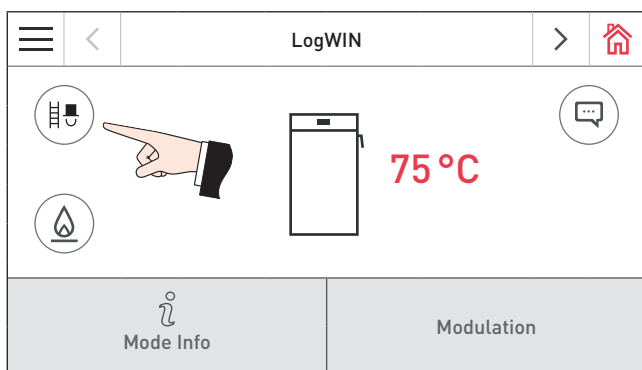
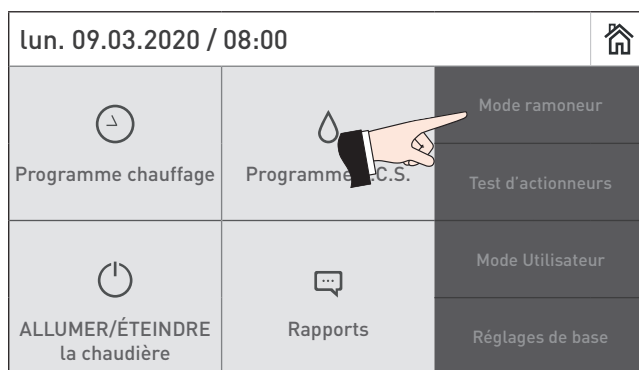

Fig. 58 Écran d'accueil
Fig. 59 Menu
- L'écran est activé en appuyant brièvement sur l'InfoWIN Touch. La fonction de ramonage est lancée en appuyant sur la touche Mode ramoneur  (Fig. 58) sur l'écran d'accueil ou sur **Mode ramoneur** dans le menu – Fig. 59.